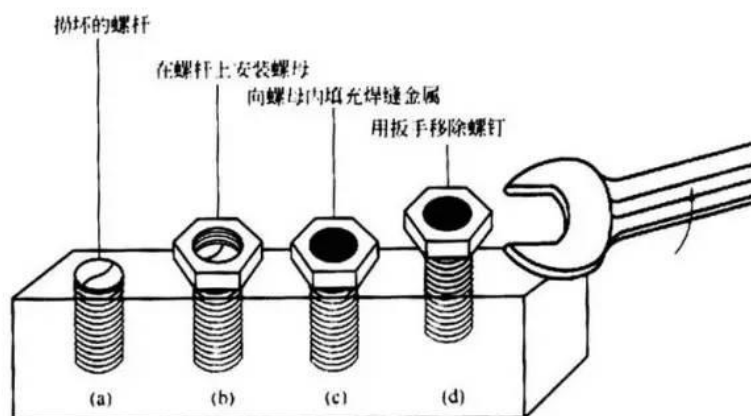

图4 用焊接方法移除固定螺钉的残余部分示意
①如果安装的螺钉在加热时不会损坏，可以用氧—乙炔焊炬加热螺母及其装配件直到红热状态，然后迅速水淬以利于清除螺钉，在这个过程中可能需要几次的加热，冷淬循环过程。
②如果螺钉槽、螺母或牙槽损坏或丢失，可以在螺钉头的上部（或残余部分）放置一个螺母，旋紧螺母，然后采用任何焊接方法在螺母和螺钉的内部填充金属。这样就会将螺母和螺钉残余部分连接起来，然后在螺母上放置扳手或牙钳，迅速拔出螺钉。采用这种方法有利于提供一个新的握力点并可利用热量使螺钉紧固，用焊接方法移除固定螺钉的残余部分示意如图4所示。